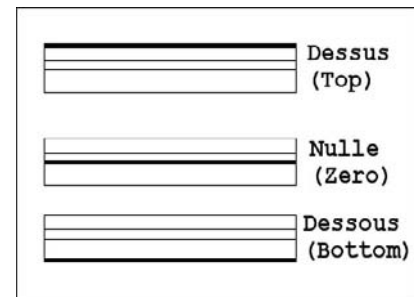

Fig.4.22
- 3 Taper « j » dans la zone commande pour définir le type de justification voulu (fig.4.22) :